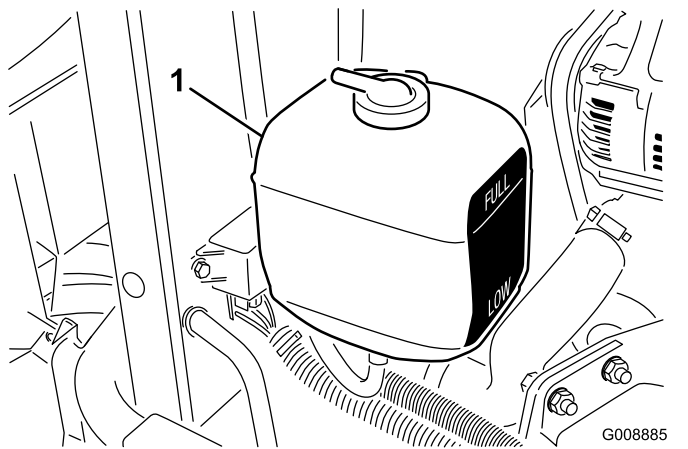

图 31
2. 检查膨胀水箱的冷却液液位 (图 31)。如果是已冷却的发动机冷却液液位大致应在油箱一侧的两个标记中间。